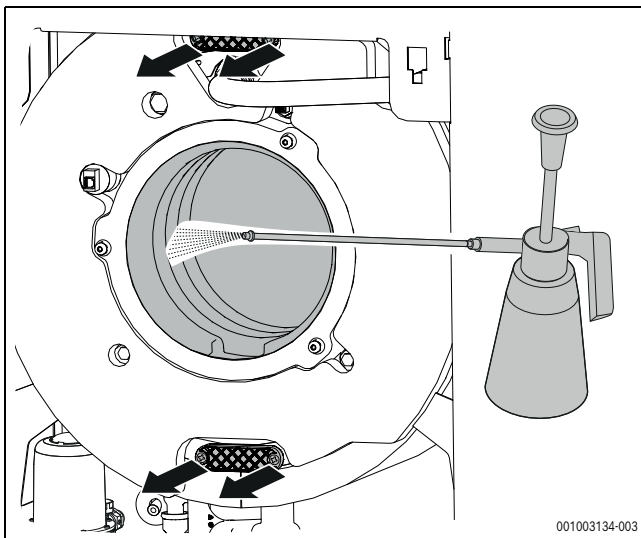

Bild 83 Wärmetauscher mit Sprühlanze reinigen
- ▶ Lose Partikel mit Wasser (z. B. Sprühlanze; Zubehör) aus dem Feuerraum und dem Abgasmantel spülen (→ Bild 83).